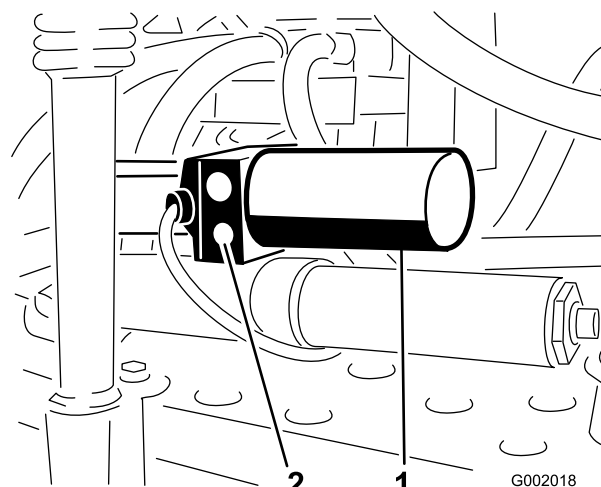

Figura 51
1. La valvola di sicurezza manuale è situata sull'attuatore di ogni barra. La valvola di sicurezza manuale è la valvola più piccola, che si trova solo su un lato del corpo dell'attuatore (Figura 51).